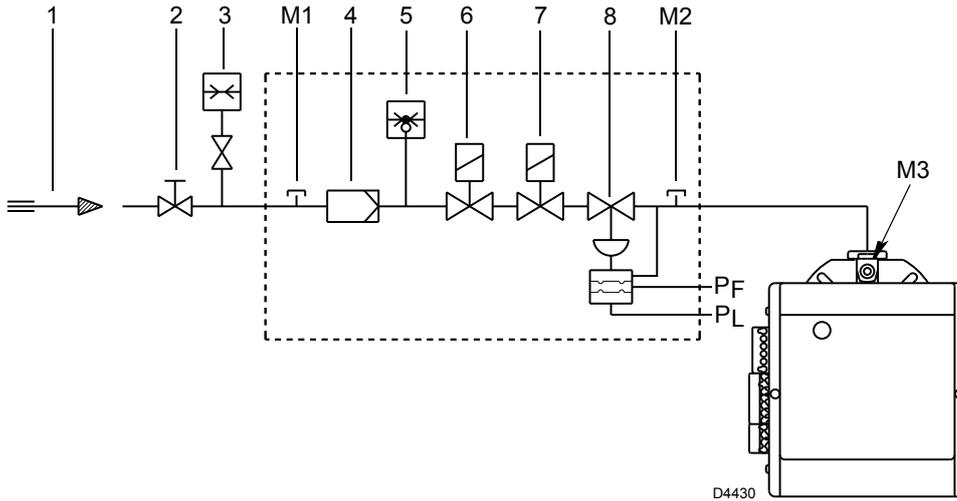

Fig. 14
Légende (Fig. 14)
Pression du gaz mesurée à la prise M3)(Fig. 14), avec:
- soustraire la pression figurant dans la chambre de combustion à la pression du gaz sur la prise M3) (Fig. 14).
En revanche, pour connaître la pression de gaz nécessaire à la prise M3) (Fig. 14), après avoir défini la puissance de modulation maximale à laquelle on souhaite faire fonctionner le brûleur:
- Lire sur la droite, colonne 1, la pression à la prise M3) (Fig. 14).